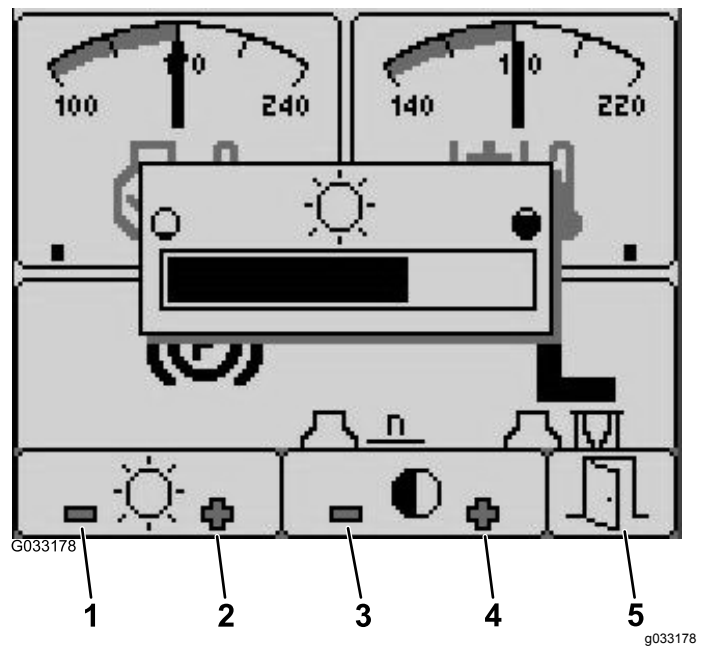

Bild 27
1. Drücken Sie die Taste 5 auf dem Willkommensbildschirm, um auf die eingeblendete Menüleiste „Brightness/Contrast“ anzuzeigen (Bild 27).
2. Drücken Sie Taste 1, um die Helligkeit zu verringern; Taste 2, um die Helligkeit zu erhöhen; Taste 3, um den Kontrast zu verringern und Taste 4, um den Kontrast zu erhöhen (Bild 27).
3. Drücken Sie nach dem Einstellen der Helligkeit bzw. des Kontrasts Taste 5, um sich abzumelden (Bild 27).